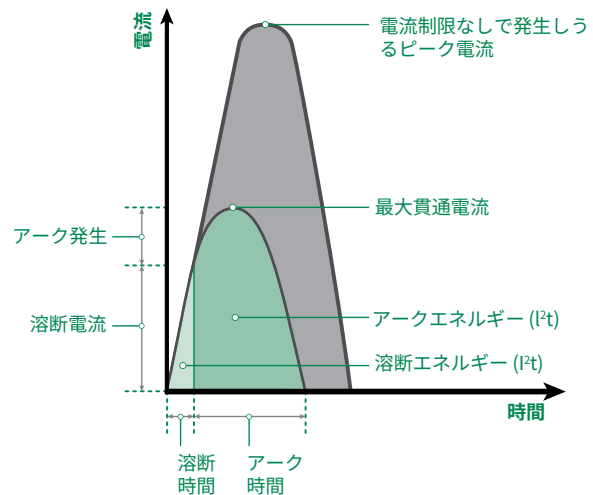

図 11 – アーク発生、アーク発生の溶断電流、溶断、遮断時間
**アーク発生電流** (図 11 を参照) – ヒューズリンクの溶断から回路遮断までの間にヒューズを流れる電流。
**アーク時間** (図 11 参照) – ヒューズリンク溶断あるいは回路ブレーカー接点の分離から過電流遮断までの時間。
**遮断時間** (図 11 を参照) - 過電流発生から過電流遮断までの時間。遮断時間は溶断時間とアーク時間の和です。
**溶断電流** (図 11 を参照) – 過電流状態の開始時点から、ヒューズ内部の瞬時アーク発生までにヒューズを流れる電流。
**溶断時間** (図 11 を参照) – 過電流状態の開始時点から瞬時アーク発生がヒューズの中で始まるまでの時間。